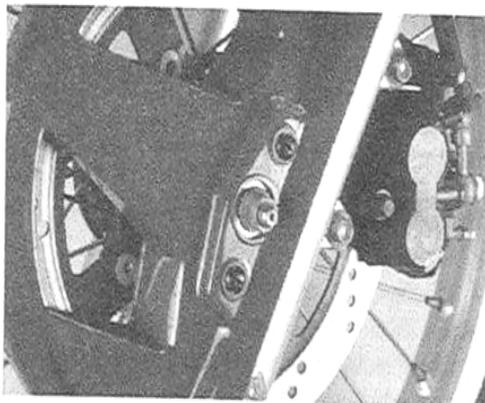

Bild 182
- Links Bremsscheibenabdeckung abnehmen (Bild 182).